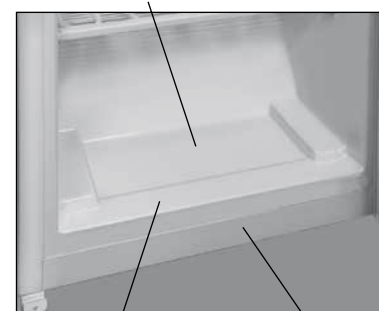

Figura 20
**5.4.1** La dezghețarea CC, apa topită trebuie îndepărtată din zona de colectare în conformitate cu figura 20, cu un material ce absoarbe bine, pe măsură ce stratul de zăpadă se dezgheță, apoi spălați compartimentul și ștergeți-l uscat.
**Atenție! Nu lăsați apa topită să curgă din CC în timpul dezghețării și curățării. Apa care a apărut în partea de jos a unității de depozitare frigorifică sau a intrat în locul de contact al barei transversale cu dulapul intern de depozitare frigorifică, banda frontală către dulapul intern al CC în conformitate cu figura 20, poate provoca coroziunea exteriorului camerei frigiderului și elementelor unității frigorifice, rupe izolația termică, duce la formarea de fisuri în interiorul și defectarea camerei frigiderului.**